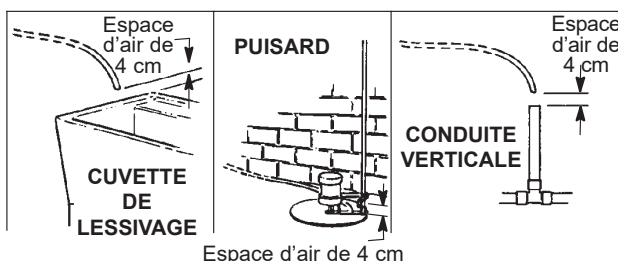

FIG. 8
- Prenez une longueur de tuyau d'arrosage, diamètre intérieur de 5/8 po (16 mm), puis fixez-le au raccord de vidange du bloc-vanne (cf. Figure 8 à la page 6).
- Faites déboucher le tuyau sur un point de vidange approprié (avaloir de sol, puisard, cuve à lessive, etc.). Consultez et observez les codes locaux. Reportez-vous à la Figure 8 si les codes prescrivent une longueur de tuyau rigide.
- Mettez le ou les dispositifs de dérivation à la position de dérivation. Vanne unique de dérivation : Rentrez la tige de la vanne (DÉRIVATION), cf. Fig. 8, page 6. Système à 3 robinets : Fermez les robinets d'entrée et de sortie, puis ouvrez le robinet de dérivation (cf. Fig. 7, page 6).